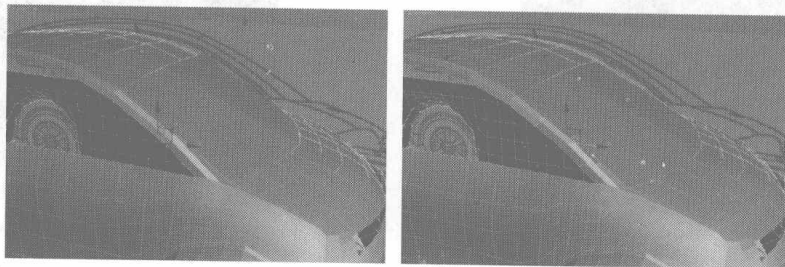
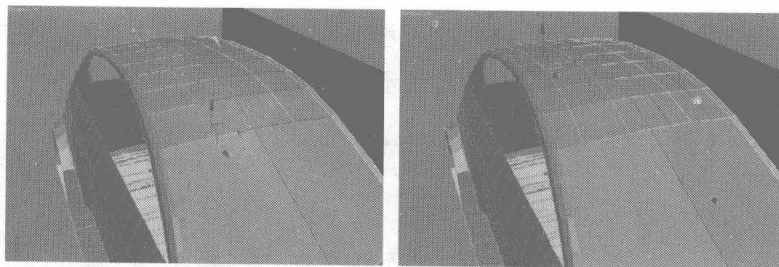

图 7.112
图 7.113
- 11 选择挡风玻璃侧面的曲线，单击 Connect 按钮，添加一条曲线，如图 7.112 所示。选择车顶的曲线，单击 Connect 按钮，添加一条曲线，如图 7.113 所示。